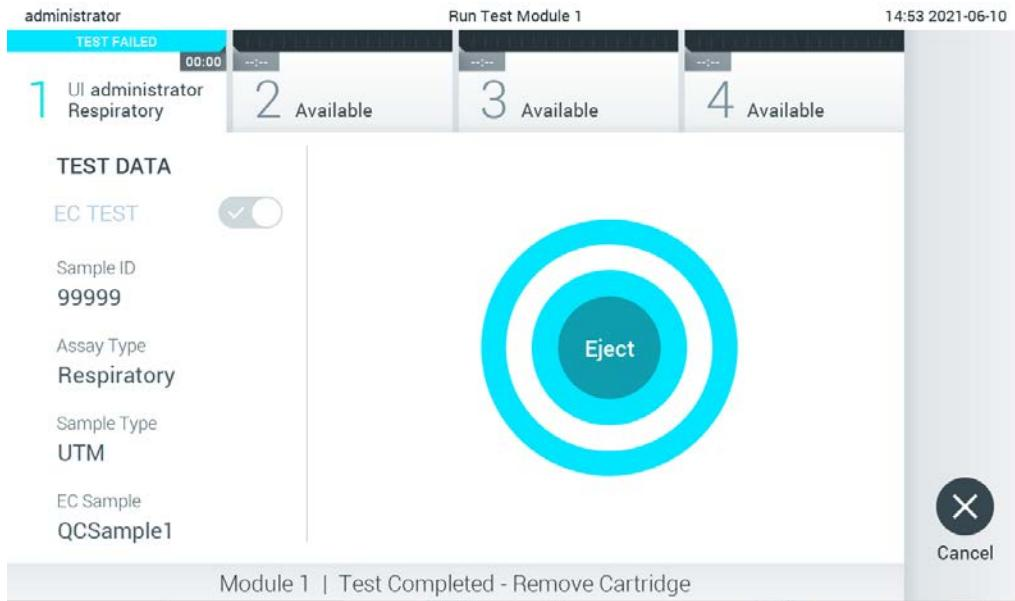

Figura 95. Afisarea ecranului Eject (Scoatere).
7. După finalizarea rulării testării, va apărea ecranul **Eject** (Scoatere) (Figura 95, pagina următoare). Apăsați **Eject** (Scoatere) pe ecranul tactil pentru a scoate cartușul de test QIAstat-Dx și eliminați-l ca biodeșeu periculos, în conformitate cu toate regulamentele și legile naționale, regionale și locale privind sănătatea și securitatea în muncă.